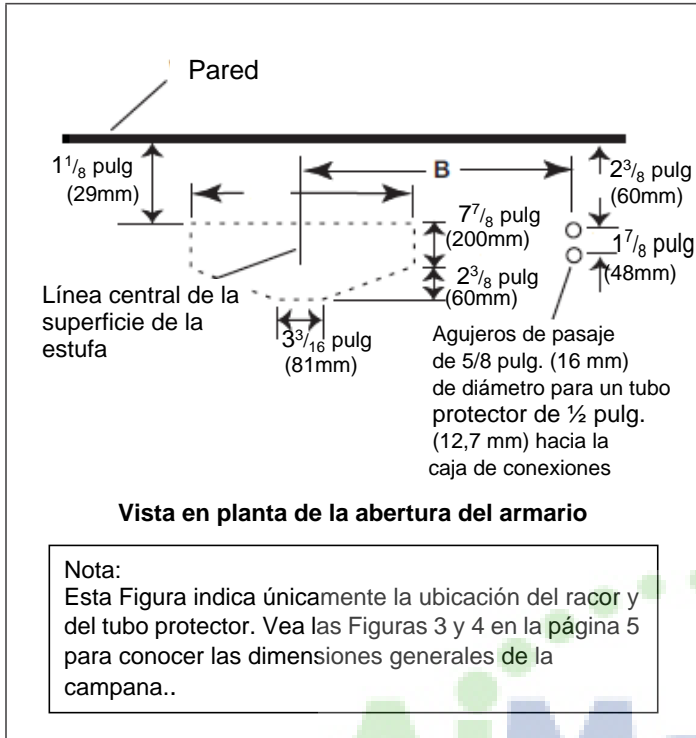

Figura 8: Ubicación del racor y del tubo protector
2. Si la campana se instala con una salida vertical, consulte la Figura 14 para hacer la abertura donde pasarán el racor y el tubo protector (dimensión B de la Figura 8 y de la tabla 2 de la página 8).